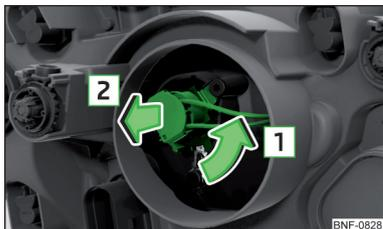

Abb. 174
- Den Stecker mit der Glühlampe in Pfeilrichtung **1** drehen » Abb. 174.